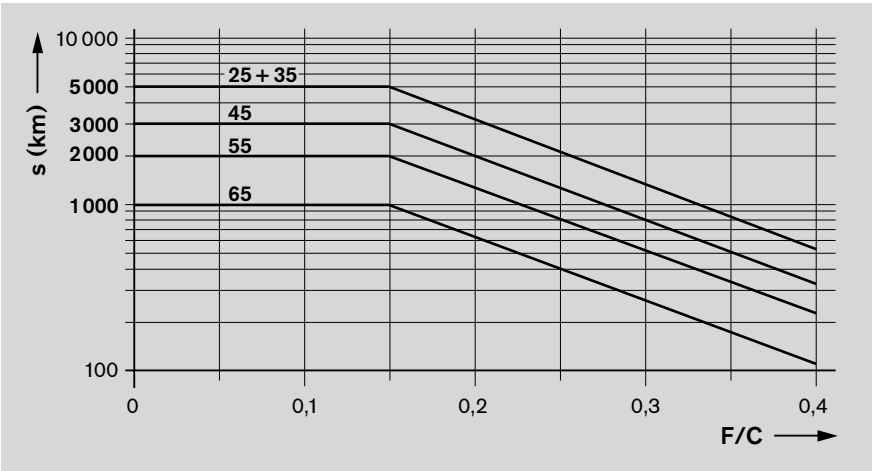

图 4
- 当达到图 4 所给的运行距离时，对前置润滑单元进行检查。
- 在达到图 4 所给的运行路程之后，或者最晚工作两年之后，我们建议，更换前置润滑单元，并且在安装新的前置润滑单元之前，给滑块补加润滑脂。
- 当达到图4所示的润滑周期的运行距离时，按表 4 规定的润滑剂量补充润滑。